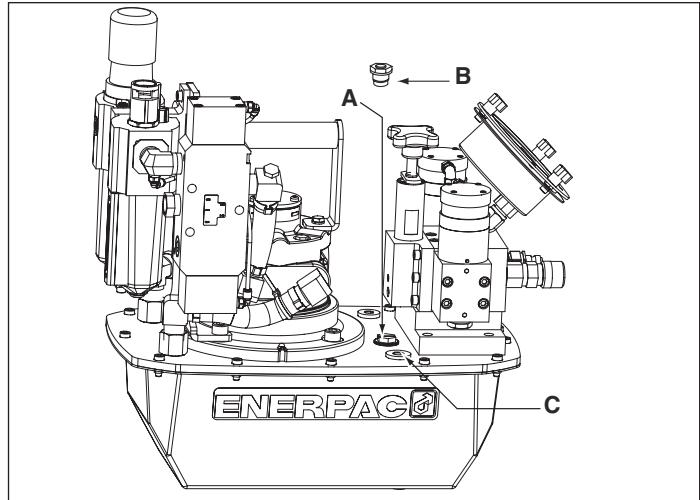
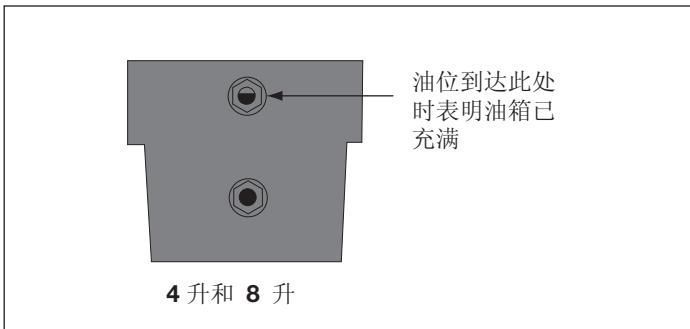

图 2 - ZA4T 通气装置安装图
图 4
4.1 油箱通气管帽 (见图 2)
启动前检查泵的油位, 必要时, 从盖板上拔掉 SAE #10 塞, 然后给泵加油 (见图 2)。当油位到达观察孔顶部时, 就表明油箱已充满。(图 4)